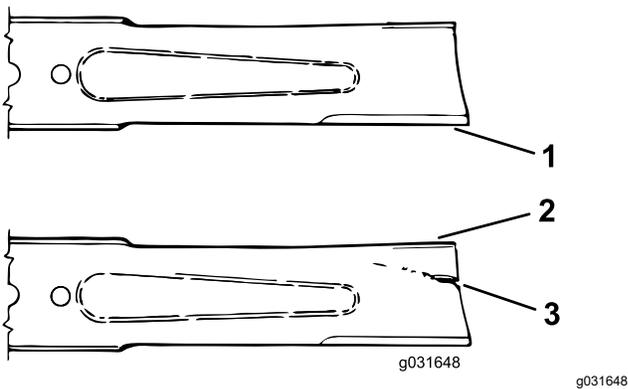

Figura 71
- Examine cuidadosamente los extremos de corte de la cuchilla, sobre todo en el punto de reunión entre la parte plana y la parte curva de la cuchilla (Figura 71).